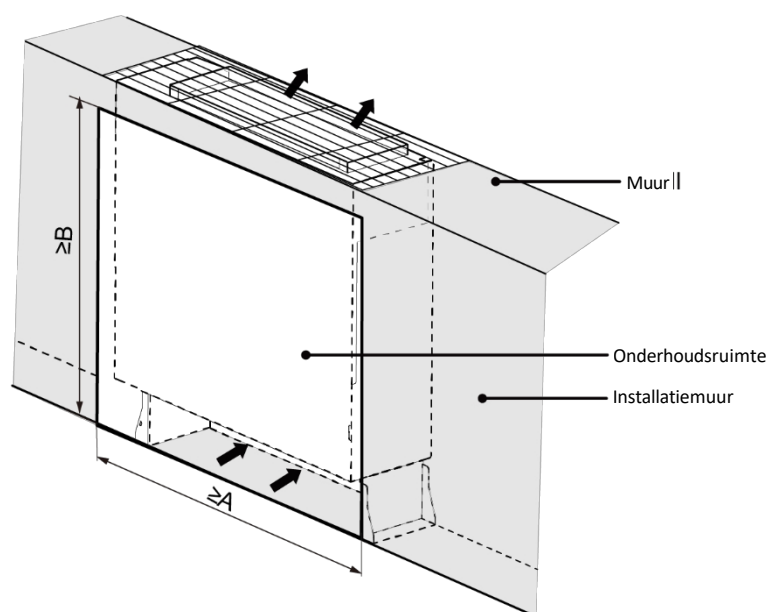

Fig. 3.2.1
- 6 Wanneer de binnenunit wordt ingebouwd, moet deze worden geïnstalleerd volgens de afmetingen aangegeven in Fig. 3.2.1, zodat er voldoende ruimte overblijft voor onderhoud.